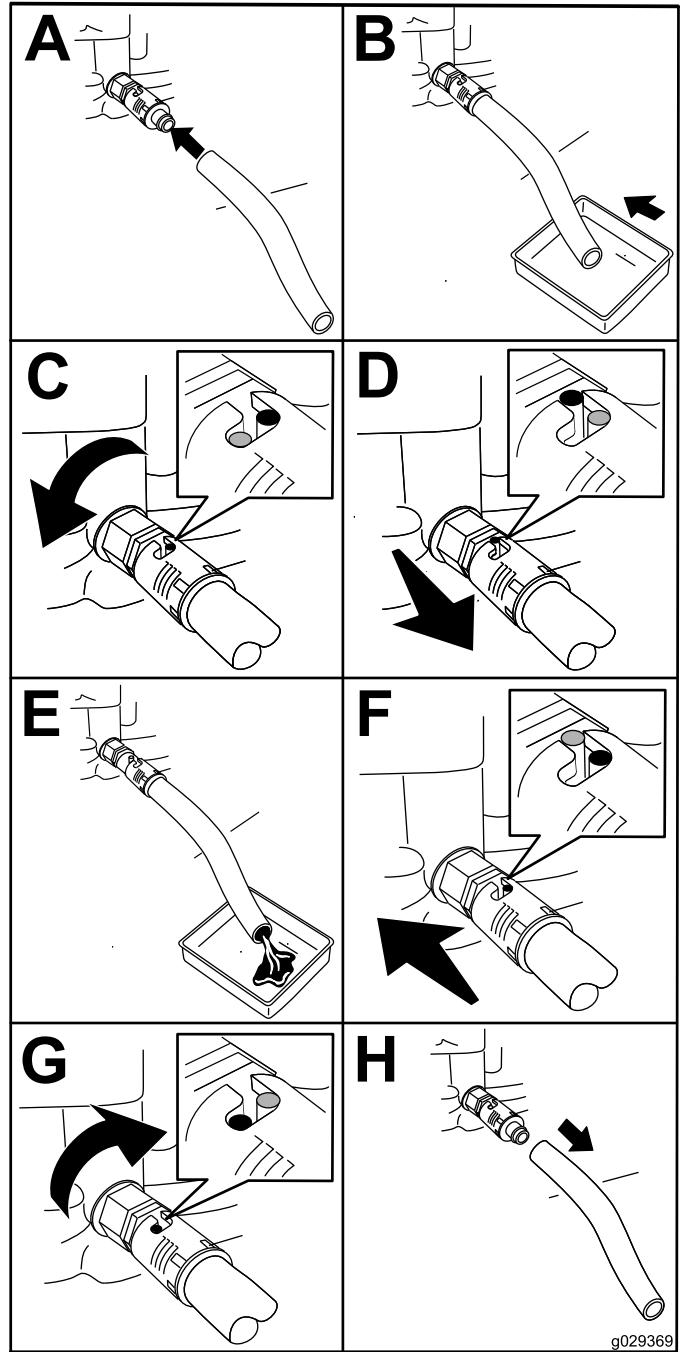

图30
4. 将排油软管安装到排放阀上图30。
5. 将软管的另一端放入适当的机油容器内 图30。
6. 将机油排放阀逆时针旋转 1/4 圈开始排放机油 图30。
7. 所有机油排放完之后将机油排放阀顺时针旋转 1/4 圈关闭排放阀 图30。